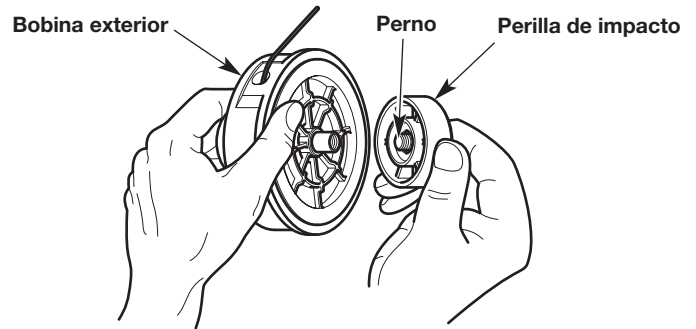

Fig. 18
1. Sostenga la bobina exterior con una mano y desenrosque la perilla de impacto en sentido contrario a las agujas del reloj (Fig. 18).